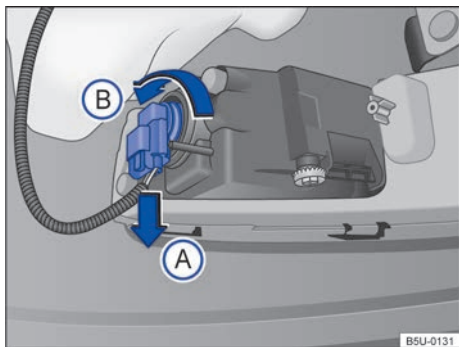

Fig. 138 Detrás del parachoques delantero: acceso a la lámpara incandescente del farol de neblina.
2. Desencajar el conector de alimentación de la lámpara → fig. 138 en el sentido de la flecha Ⓐ, presionar, al mismo tiempo, la traba de fijación del conector.
3. Girar el portalámparas → fig. 138, en el sentido antihorario de la flecha Ⓑ, y desencajarlo del alojamiento.